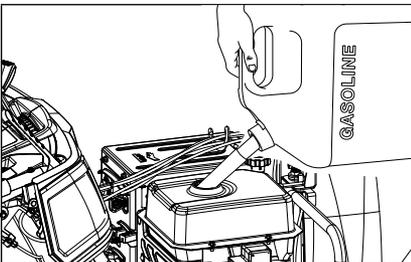

Figure 9
2. Ajoutez de l'essence jusqu'au bas du repère du niveau d'essence, dans le col du réservoir d'essence. Ne remplissez pas trop le tambour. Essuyez l'essence renversée avant de démarrer la souffleuse à neige (fig. 9).